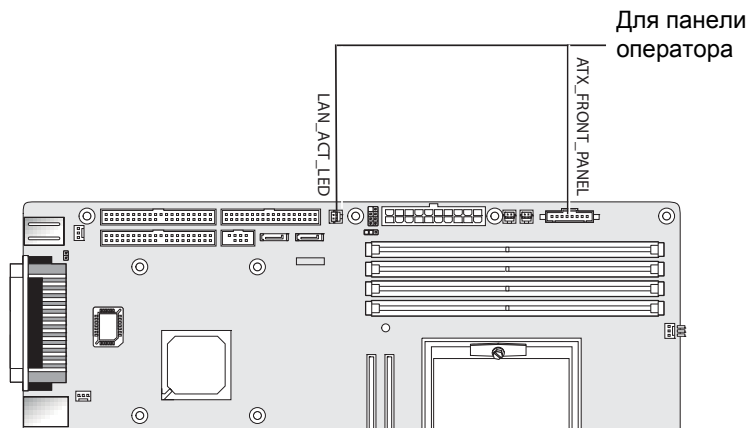

РИСУНОК 4-23 Отключение панели оператора
6. **Отсоедините два разъема панели управления от материнской платы и извлеките панель оператора из корпуса (см. РИСУНОК 4-23).**